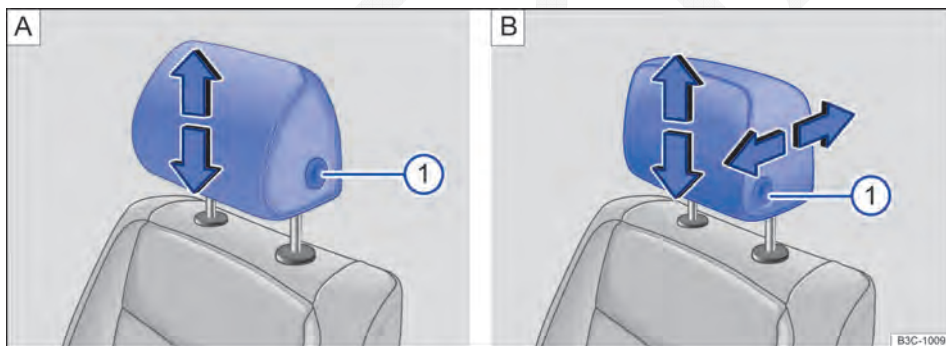
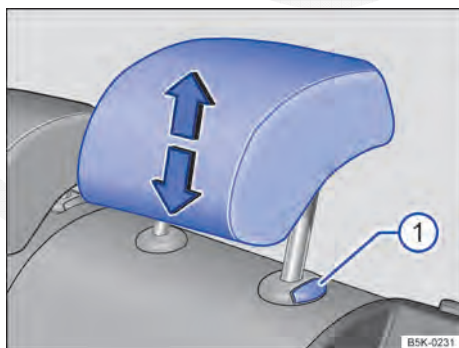

Fig. 62 Ajustar o apoio para cabeça dianteiro: A) sem possibilidade de ajuste na direção longitudinal, B) com possibilidade de ajuste na direção longitudinal.
Fig. 63 Ajustar o apoio para cabeça traseiro.
- Empurrar o apoio para cabeça para cima no sentido da seta ou, com o botão → Fig. 62 ① ou → Fig. 63 ① pressionado, empurrar para baixo → ⚠.
- Empurrar o apoio para cabeça para frente na direção da seta ou para trás com o botão → Fig. 62   pressionado.